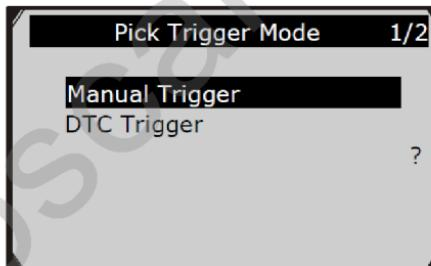

Рис. 5.21
- 4) Воспользоваться кнопками прокрутки **UP/DOWN**, чтобы выбрать режим переключения и нажать кнопку **OK** (рис. 5.21).